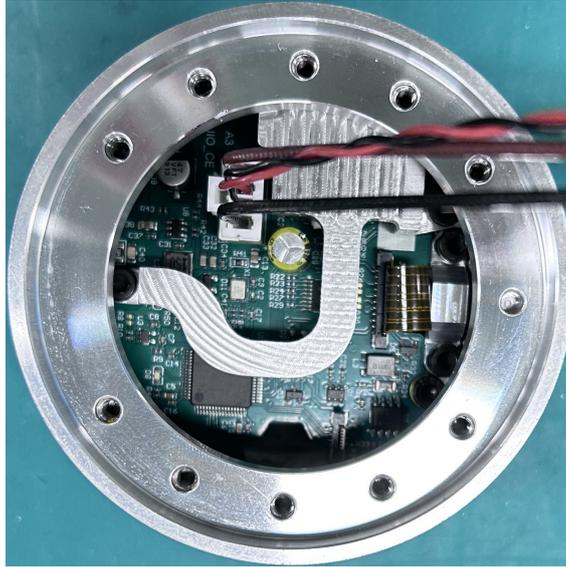

图 3-16: 连接手腕 3 关节和末端法兰的电线
1. 连接手腕 3 关节和末端法兰的电线，如图 3-16所示；